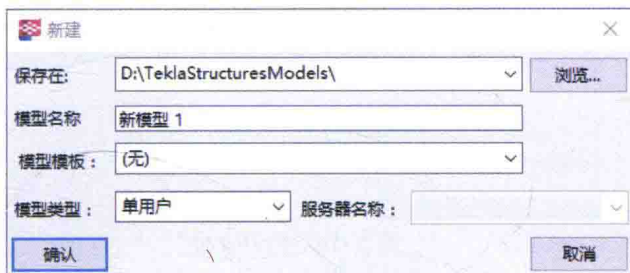

图 1-12 新建对话框
(1) 认识对话框中，单击“新模型”或直接单击通用工具栏的“新建”工具。
(2) 在模型名称框中键入模型的名称, 其他的选项可不予处理, 点击“确认”, 如图 1-12 所示。